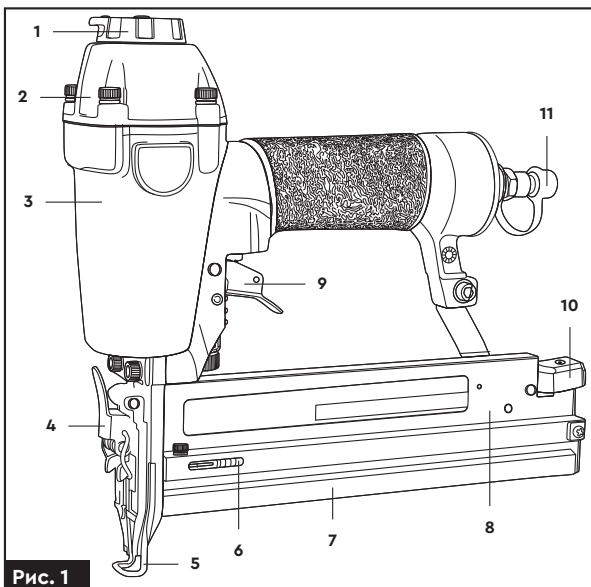

Рис. 1
1. Підключіть один кінець повітряного шлангу до пневмосистеми, а другий – до вхідного штуцера степлера (10) (рис. 1).
6. М'яко і короткочасно натисніть одноразово на курок (9).
7. Перевірте результат: якщо кріпильний елемент забитий не до кінця – регулятором тиску (1) збільшить силу удару. Якщо на оброблюваній поверхні видно слід від бойка, зменшить силу удару.
9. Контролюйте наявність кріпильних елементів в магазині через вікно контролю (6).